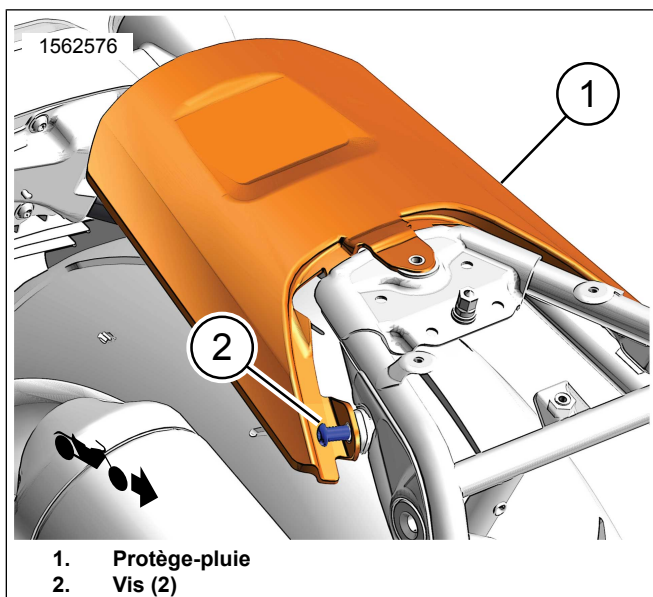

Figure 2. Garde-boue, protège-pluie
1. Voir la Figure 2. Installez le garde-pluie (1).
- a. Serrez les vis (2).